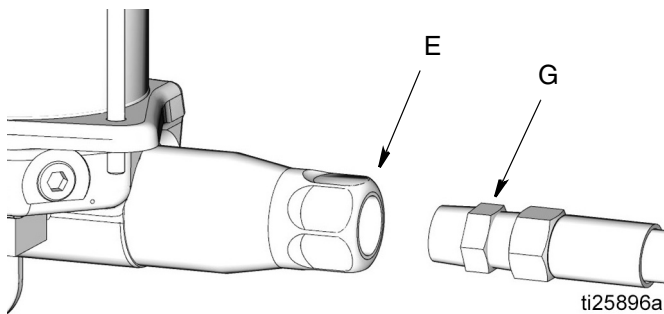

FIG. 9
6. Collegare la **mandata della pompa (E)** alla **linea di lubrificazione (G)** (FIG. 9).